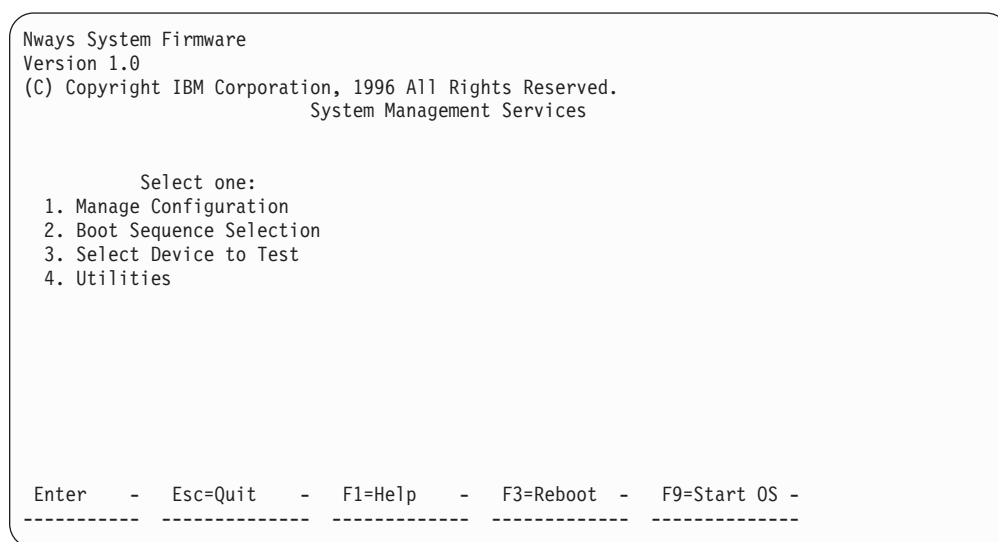

图 25. 主菜单面板
在用户给 2216 通电，同时按 **F1** 停止引导进程时，会出现固件菜单。从菜单(如第100页的图25所示)中的 4 个服务中进行选取。下面的各节就是对这些服务的说明，并提供了使用相关面板的指导:
如图25所示，在面板的下部显示有各种功能键。(还可以用 **Esc** 键和数字键结合来执行各种功能。)在不同固件面板中这些键是通用的。在其它面板上，这些功能键置于面板的右侧。用 **F1** 帮助键 (或者 **Esc - 1**) 可以获得与固件相关的各功能键的说明。
1. 在主菜单 (如图25所示) 中选取 **1. Manage Configuration**。